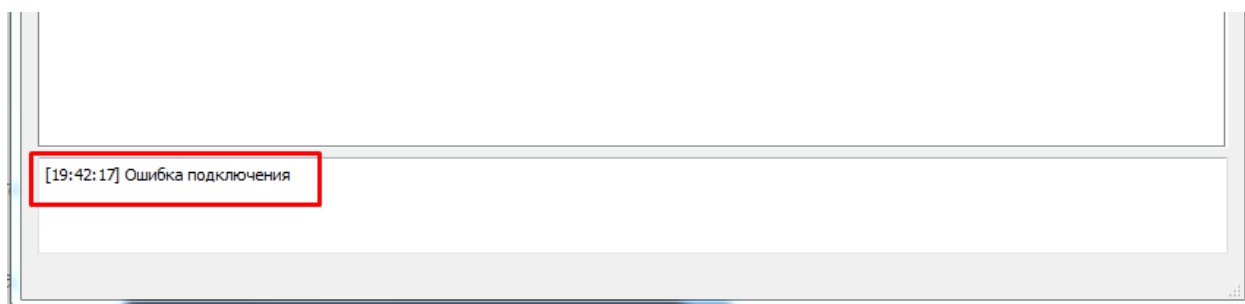

Рис. 7. Окно служебных сообщений
8.5. В случае ошибки подключения в поле служебных сообщений появится запись об ошибке, как показано на рис. 7.